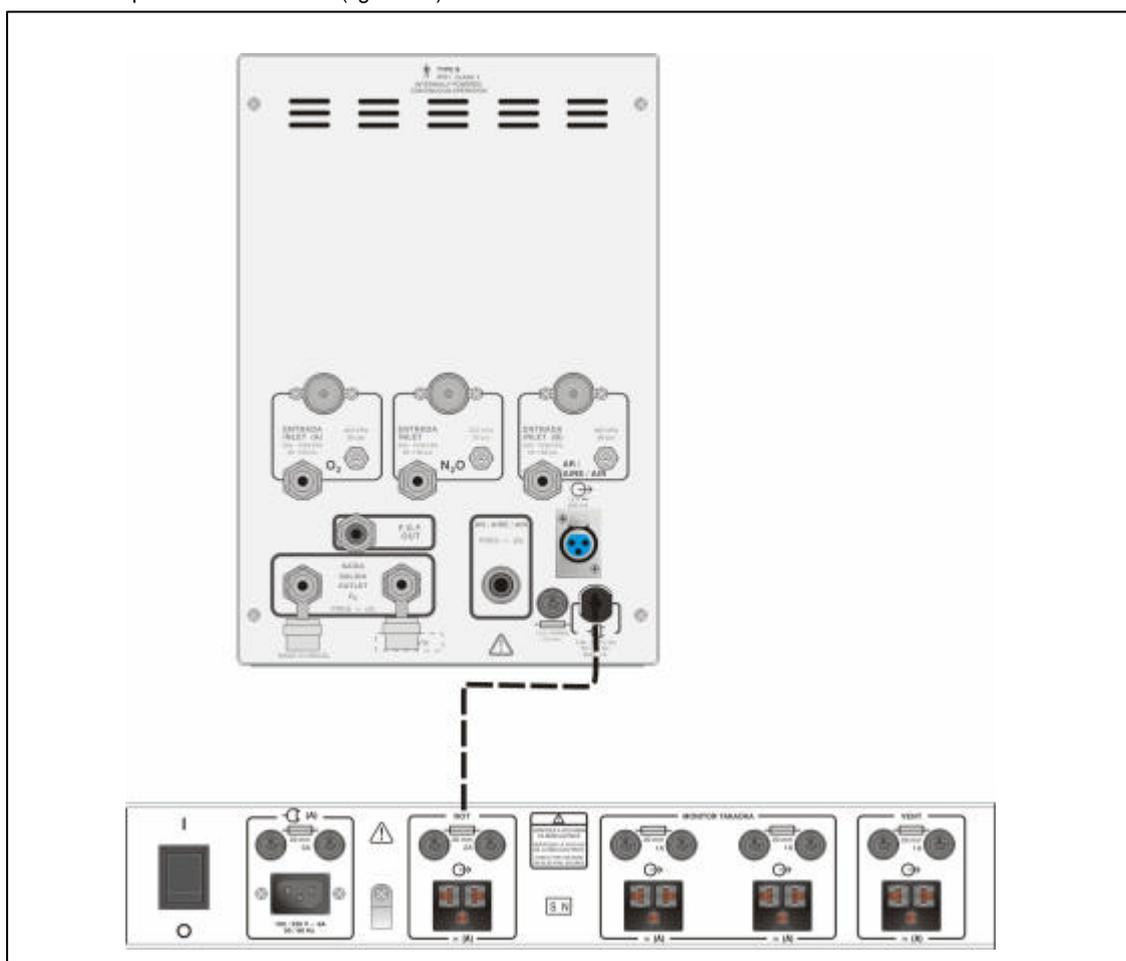

Figura 7-4: Ligação entre o rotâmetro e o painel de tomadas
- 2 - Interligar o cabo de alimentação elétrica do Rotâmetro 1826 /1836 na tomada ROTAMETRO localizada no painel posterior do Móvel do Aparelho de Anestesia (figura 7.4).